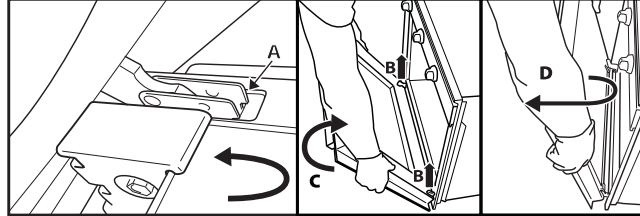

Рис. 2
3. Закрийте дверцята до кінця (А), підніміть їх (В) і поверніть (С), поки вони не вивільняться (D) (рис. 2).